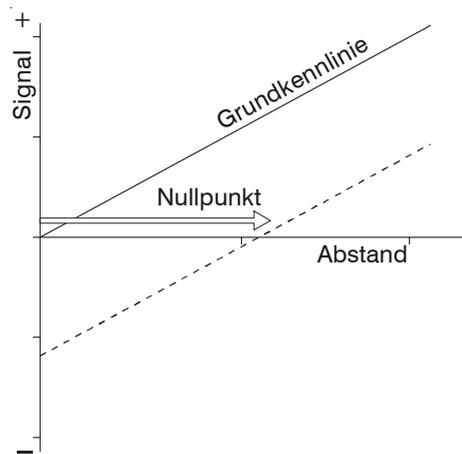

Abb. 20 Verschieben der Kennlinie
- ➡ Verschieben Sie den elektrischen Nullpunkt bis ca. 30 % des Messbereichs, siehe Abb. 20, und stellen Sie dazu das Potentiometer Zero nach.